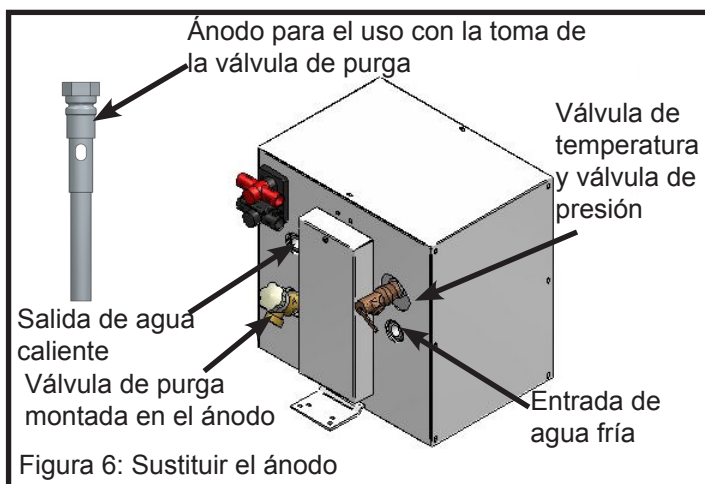

Figura 6: Sustituir el ánodo
- Para sustituir el ánodo, retire la válvula de purga y el ánodo de sacrificio preinstalado (Figura 6), enrosque el ánodo nuevo y coloque la válvula de purga en su lugar.